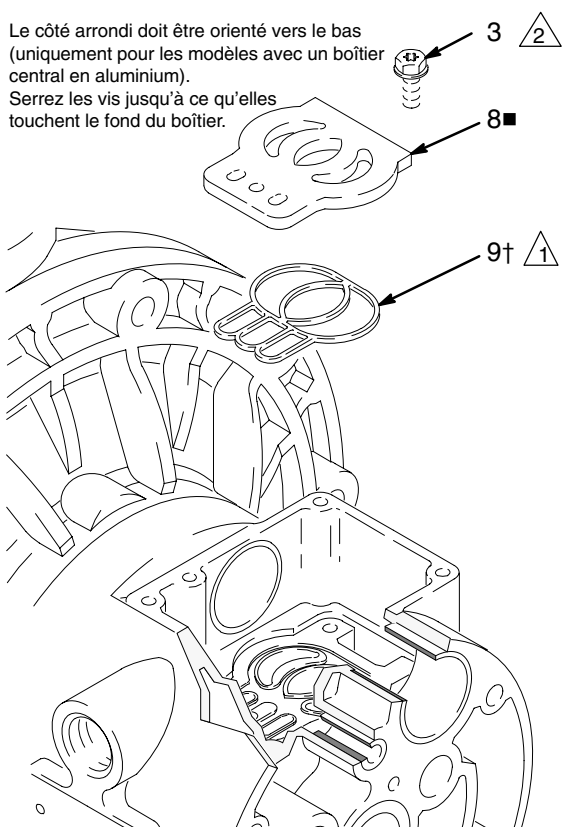

Fig. 9 03271
5. Vérifiez la plaque de vanne (8■) en place. Si elle est endommagée, utilisez un tournevis Torx (T20) ou une clé à douille de 7 mm pour retirer les trois vis (3). Retirez la plaque de vanne (8■) et, sur les modèles avec un boîtier central en aluminium, le joint (9†). Consultez la Fig. 9.
2. Dans le cas de modèles avec boîtier central en aluminium, installez le joint (9) de la plaque de vanne dans la rainure située au fond de la cavité de la vanne. La partie arrondie du joint **doit** être orientée **vers le bas** dans la rainure. Consultez la Fig. 9.
3. Installez la plaque de vanne (8) dans la cavité. Dans le cas des modèles avec boîtier central en aluminium, le plateau est réversible, de sorte que les deux faces peuvent être orientées vers le haut. Installez les trois vis (3) en utilisant un tournevis Torx (T20) ou une clé à douille de 7 mm. Serrez jusqu'à ce que les vis touchent le fond du boîtier. Consultez la Fig. 9.